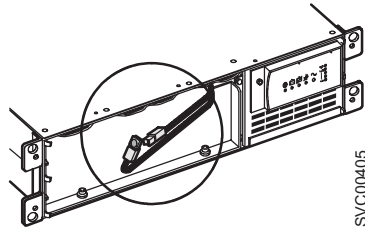

図 312. 保護テープ付きの 2145 無停電電源装置 内部バッテリー・コネクタ
- a. 保護テープを内部バッテリー・コネクタから取り外します (738 ページの図 312 を参照)。